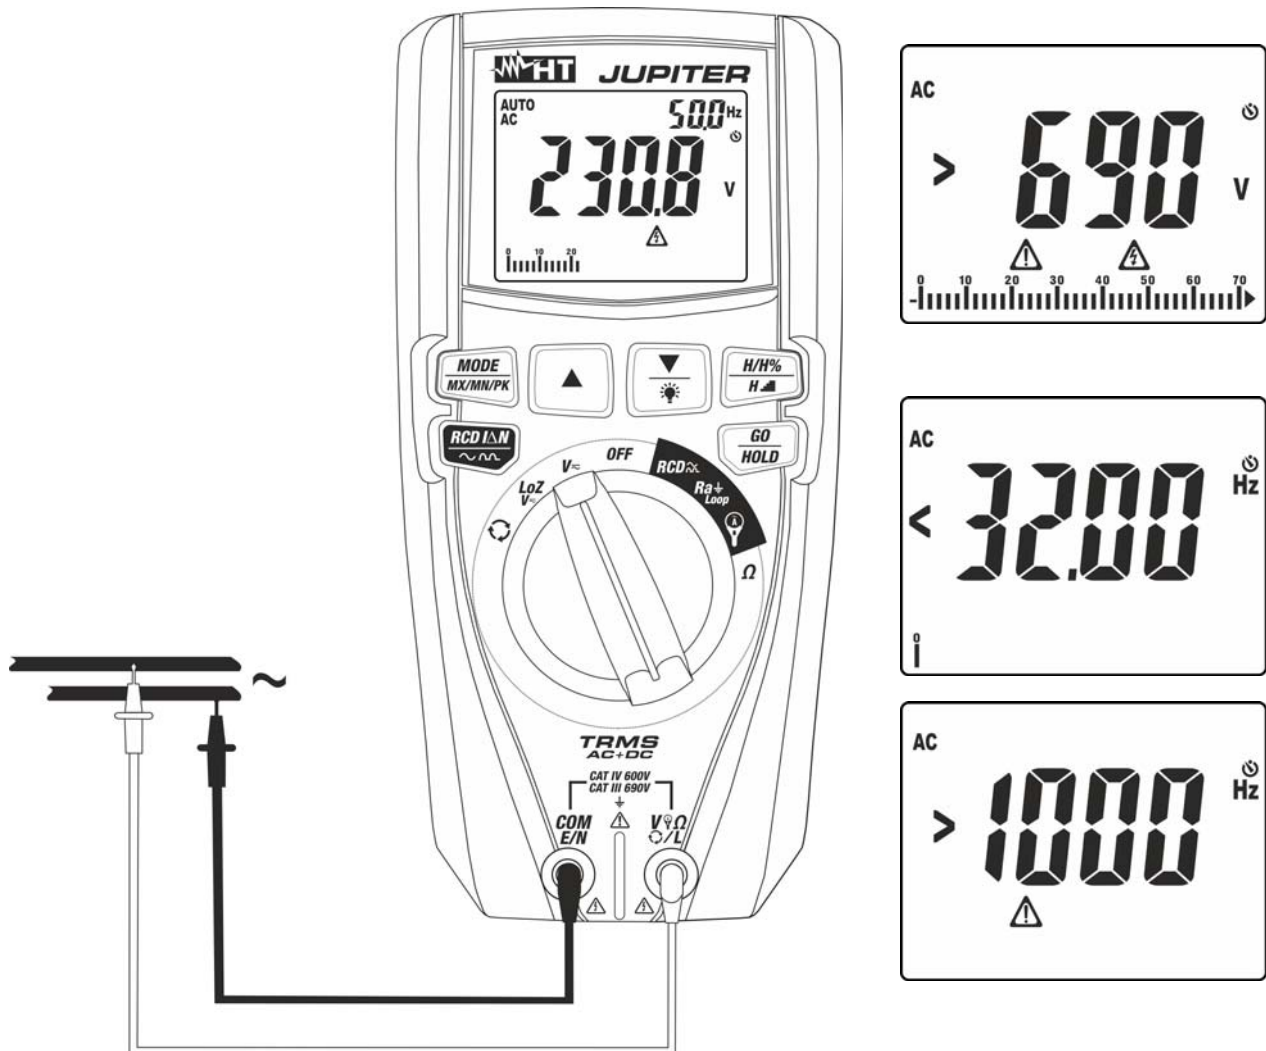

Fig. 9: Utilisation de l'instrument pour la mesure de la Tension AC
4. Positionner l'embout rouge et l'embout noir dans les points du circuit sous test (voir la Fig. 9). La valeur de la tension apparaît à l'écran. La valeur de la fréquence de la tension est affichée en haut à droite de l'écran. Cliquer sur la touche **MODE/MX/MN/PK** pour afficher la valeur de la fréquence avec une plus grande résolution.
5. Si le message «>690V» est affiché à l'écran (voir Fig. 9), cela indique que le fond d'échelle de l'instrument a été atteint.
6. Si les messages «<32Hz» ou «>1000Hz» sont affichés (voir Fig. 9), la valeur de la fréquence se trouve en dehors de l'intervalle de mesure 32Hz - 1000Hz.